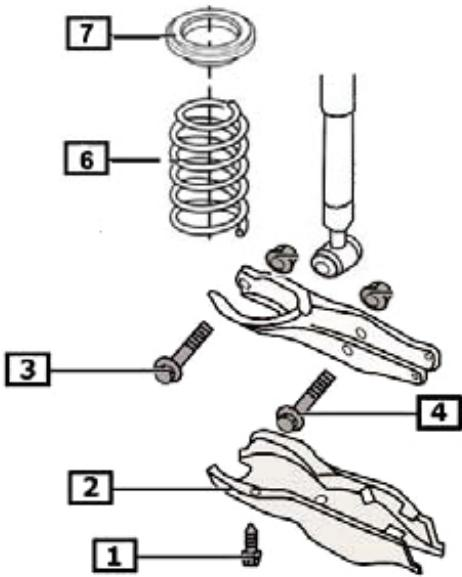
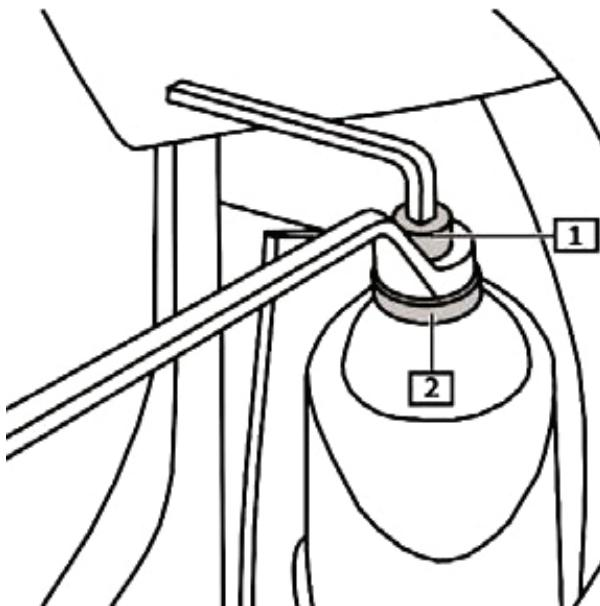

Fig. 4:
Fig. 5:
- **Fig. 4** Querlenkerverkleidung (2) ausbauen.
- Fahrwerkfeder (6) mit Federspanner zusammendrücken.
- Untere Stoßdämpferbefestigung (4) entfernen.
- Querlenker vom Achsträger (3) abschrauben.
- Fahrwerkfeder (6) und Gummilager (7) entnehmen.
- **Fig. 5** Kolbenstange (1) gegenhalten und dabei
- Kolbenstangenmutter (2) mit Spezialwerkzeug abschrauben.
- **Fig. 4** Remove track control arm covering (2).
- Compress suspension spring (6) with spring tensioner.
- Remove lower shock absorber attachment (4).
- Unscrew track control arm from axle bracket (3).
- Remove suspension spring (6) and rubber bearing (7).
- **Fig. 5** Securely hold piston rod (1) and
- Unscrew piston rod nut (2) with special tool.
- **Fig. 4** Démonter le carénage de bras transversal (2).
- Comprimer le ressort de châssis (6) avec le monte ressort.
- Enlever la fixation inférieure de l'amortisseur (4).
- Dévisser le bras transversal du support d'essieu (3).
- Enlever le ressort de châssis (6) et le palier en caoutchouc (7).
- **Fig. 5** Soutenir la tige de piston (1) et, en même temps,
- dévisser l'écrou de la tige de piston (2) avec un outil spécial.
- **Fig. 4** Desmontar el revestimiento del brazo transversal (2).
- Comprimir el muelle de suspensión (6) con el tensor.
- Retirar la sujeción inferior del amortiguador (4).
- Desatornillar el brazo transversal del soporte del eje (3).
- Retirar el muelle de suspensión (6) y el cojinete de goma (7).
- **Fig. 5** Contrarrestar el eje del amortiguador (1) y, mientras, desatornillar la tuerca del eje del amortiguador (2) con la herramienta especial.